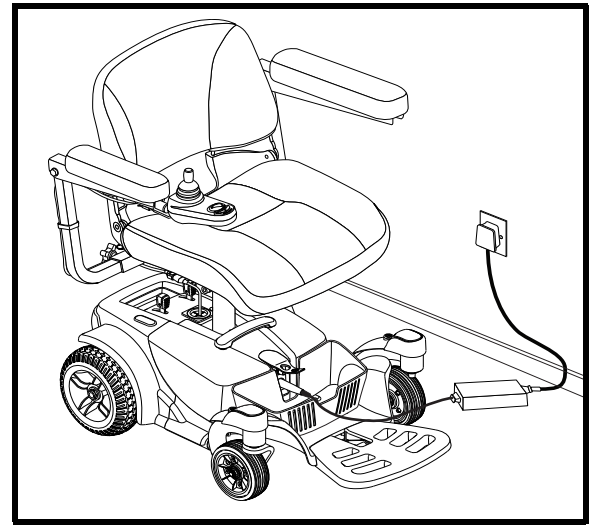

Abb. 21. Aufladen der Batterie über die Batteriebox
3. Verbinden Sie das externe Ladegerät mit dem Anschluss der Batteriebox. **Siehe Abb. 21.**